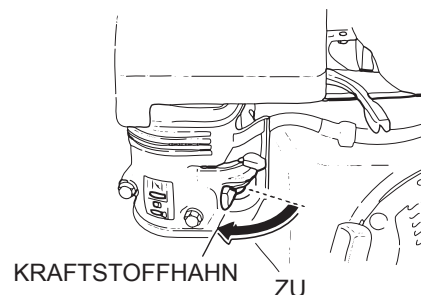

Abbildung 16. Kraftstoffhahn (OFF/ZU)
- Den Kraftstoffhahn (Abb. 16) auf **"OFF"** (ZU) stellen.